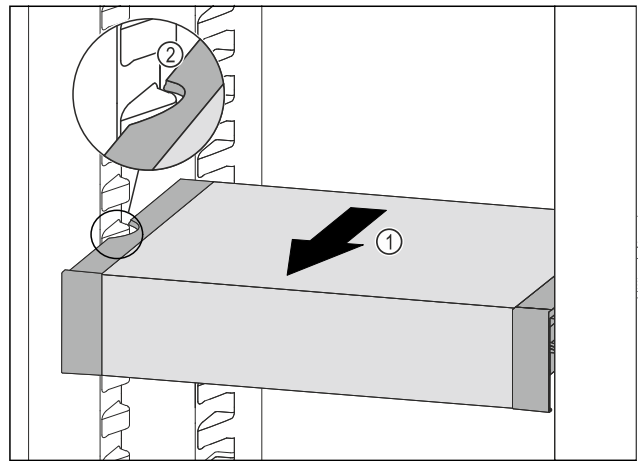

Fig. 184
- Tirare VarioSafe in avanti Fig. 184 (1) fino a quando le cavità laterali di VarioSafe non si trovano al livello della nervatura del contenitore nel vano frigorifero. Fig. 184 (2)